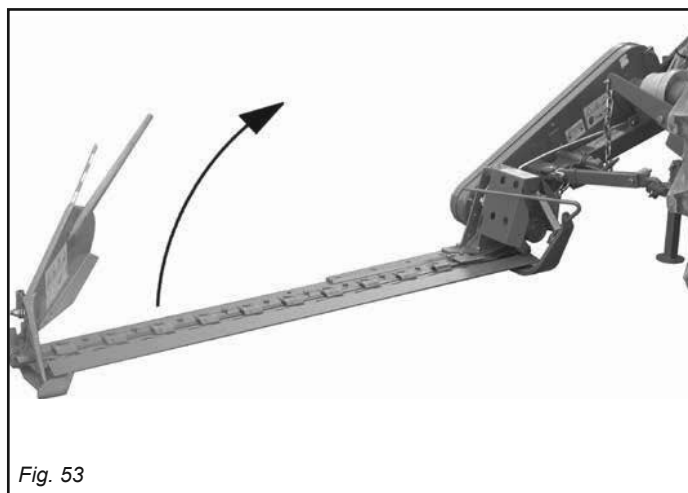

Fig. 53
- Levante la barra de corte (Fig. 53).